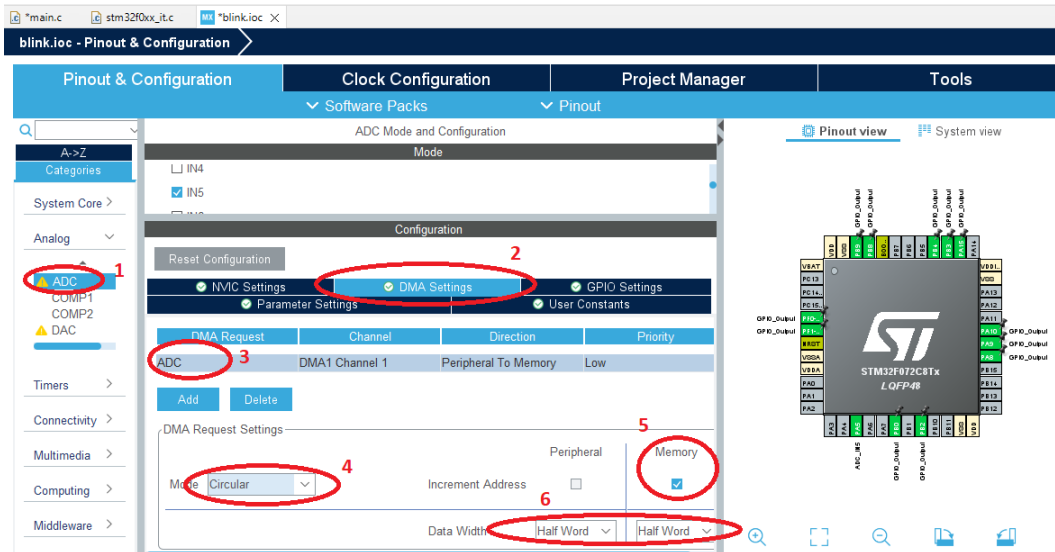

Рис. 3.8. Налаштування модуля АЦП для кільцевої передачі результатів через DMA
4. Змінити режим роботи DMA на кільцевий (рис. 3.8). Для цього обрати в лівій частині групу Analog, вибрати ADC, перейти на вкладку «DMA Settings», в списку обрати ініціатора DMA-запиту «ADC», залишити напрямок «з периферії в пам'ять», задати кільцевий режим